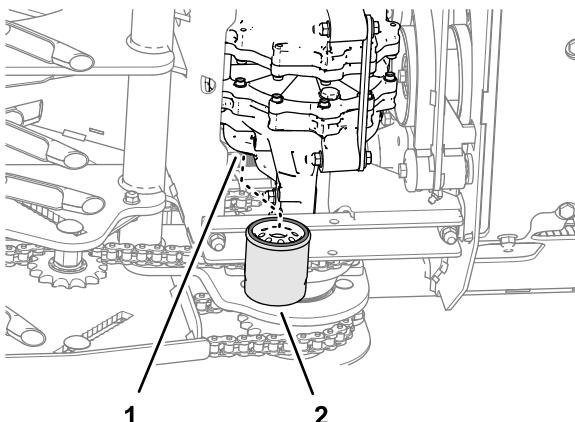

Bild 56
- Lokalisieren Sie die beiden Filter unter den Getrieben (Bild 56).
- Entfernen Sie die Filter und lassen Sie das Öl aus dem Antriebssystem ablaufen (Bild 56).
- Drehen Sie den Filter nach rechts, bis die Gummidichtung den Filteradapter berührt. Ziehen Sie den Filter dann um eine weitere 2/3 bis 3/4 Umdrehung fest (Bild 56).